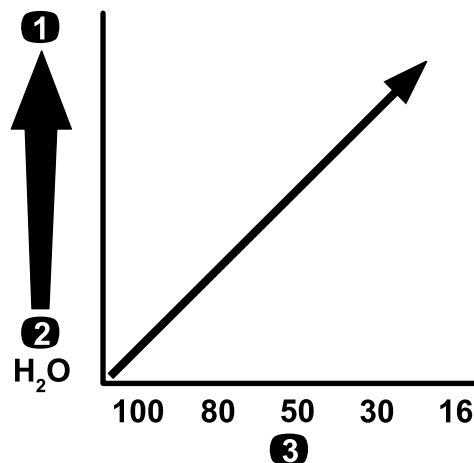

Figure 78
**Important:** Lorsque vous pulvérisez des produits chimiques de viscosité élevée (plus épais) ou des solutions avec poudres mouillables, vous devrez peut-être utiliser un maillage plus grossier pour le filtre de pression optionnel; voir Figure 78.